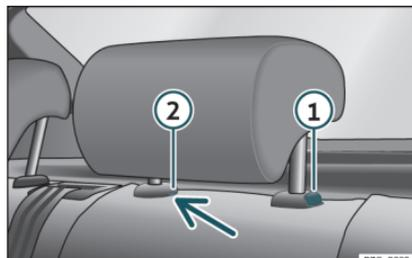

Fig. 99 Appuie-tête arrière : démontage.
- Appuyez sur la touche » » fig. 99 ①, en appuyant en même temps sur l'orifice de sécurité ② avec un tournevis plat de 5 mm de largeur maximum et retirez l'appuie-tête.